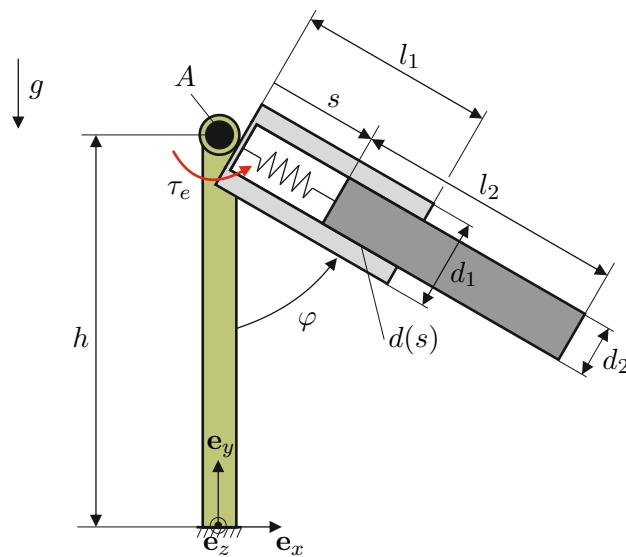

Abbildung 1: Mechanisches System.
1. Auf einen um Punkt A drehbar gelagerten Hohlzylinder (Masse m_1 , Länge l_1 , Außendurchmesser d_1 , Innendurchmesser d_2) wirkt ein externes Drehmoment τ_e , siehe Abb. 1. Ein zweiter zylindrischer Stab (Masse m_2 , Länge l_2 , Durchmesser d_2) ist mit dem Hohlzylinder über eine Längsfeder (Federkonstante c , entspannte Länge s_0) befestigt. Bei einer Relativbewegung beider Zylinder wirkt eine geschwindigkeitsproportionale Dämpferkraft F_D mit einem Dämpfungskoeffizienten $d(s)$. Dabei ist der Dämpfungskoeffizient zur Kontaktfläche zwischen den Zylindern proportional (Proportionalitätsfaktor d_0). Auf beide Zylinder wirkt die Erdbeschleunigung g . Die Massenträgheitsmomente $\theta_{1,zz}^S$ und $\theta_{2,zz}^S$ der Zylinder um die jeweiligen \mathbf{e}_z^S -Achsen durch die Schwerpunkte sind als bekannt anzunehmen.